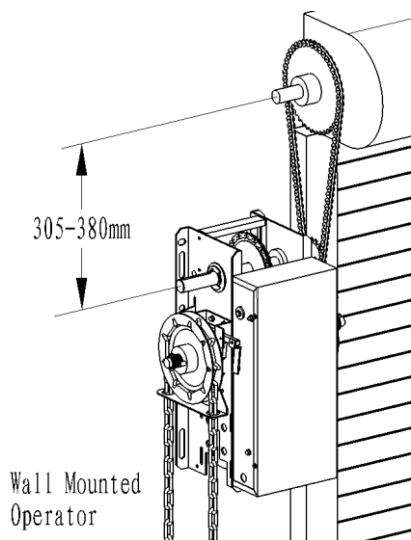

Figura 1
1) El montaje en pared: (véase la **Figura 1**)